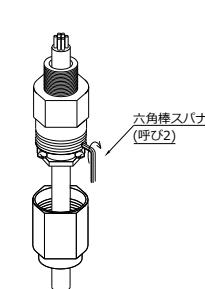

図8
④ニップルにグランドをねじ込み、パッキンを圧縮します。ケーブル径によって異なりますが、パッキン締付けの基準としては、パッキン内径とケーブル外径とが一致した点(ケーブルを軽く引っ張り、ケーブルが動かない点)から、さらに2回転グランドをねじ込んでください。この時クランプ板が取り付けにくい位置にきた場合は、グランドをその位置から±1/3回転の範囲で調整してください。そして、緩めておいたグランド緩み止めねじをねじ込んでください。(図8)
⑤クランプ板のねじを2箇所ねじ止めしてケーブルを固定した後、最後にナットをニップルにねじ込んでください。